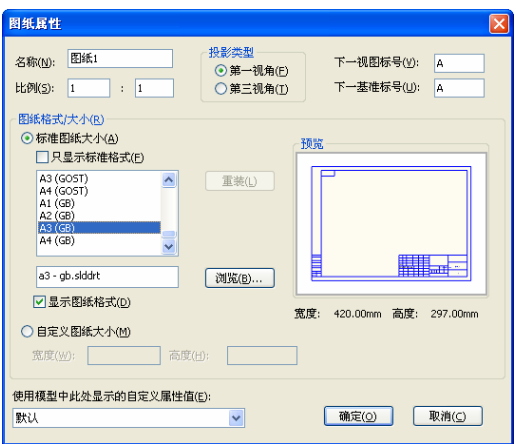

图 14-19 “图纸属性”对话框
❷ 设置图纸属性。系统弹出如图 14-19 所示的“图纸属性”对话框，然后需要进行相应的设置。